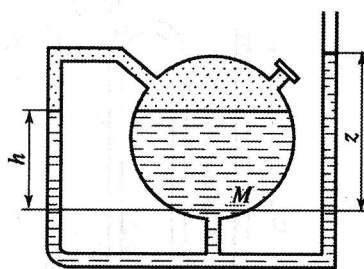

Рис. 2.9
**Задача 2.10.** Рассчитать избыточное давление на свободной поверхности минерального масла и абсолютное давление в точке  $M$ , если  $h = 2 \text{ м}$ ;  $z = 3,5 \text{ м}$ ;  $\rho = 850 \text{ кг/м}^3$ ;  $p_{\text{атм}} = 10^5 \text{ Па}$ ;  $g = 10 \text{ м/с}^2$  (рис. 2.9).